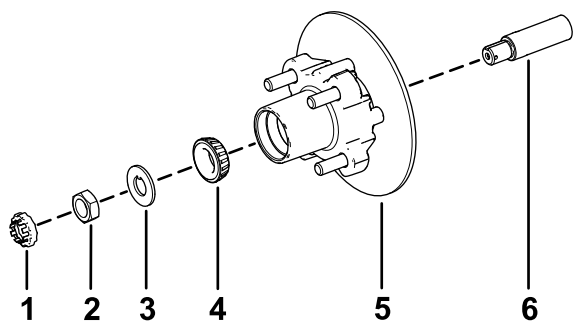

Figura 33
- Aplicai un strat subire de lubrifiant specificat pe ax (Figura 33).
- Montai butucul i rotorul pe ax, cu rotorul în interior (Figura 33).
- Montai rulmentul exterior pe ax i aezai rulmentul pe calea de rulare exterioară (Figura 33).
- Montai aiba de sigurană pe ax (Figura 33).
- Înfiletai piulia pe ax i strângei-o la un cuplu de 15 Nm, în timp ce rotii butucul pentru a fixa rulmentul (Figura 33).
- Aliniați plăcuțele de frână de o parte i de alta a rotorului (Figura 29) i orificiile din suportul etrierului cu orificiile din suportul de frână al cadrului axului (Figura 33).